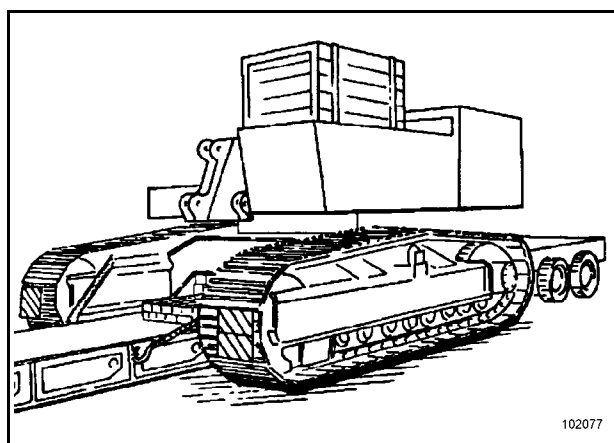

Fig. 2-62:
- Conducir la excavadora (sin contrapeso) desde la parte delantera a horcajadas sobre la plataforma bajada y orientarla correctamente en sentido longitudinal y transversal (Fig. 2-62:).